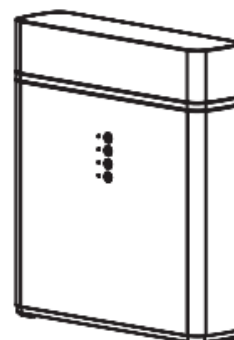

Fig. 6
5. La dernière étape consiste à fixer le couvercle en plastique (Fig. 6).